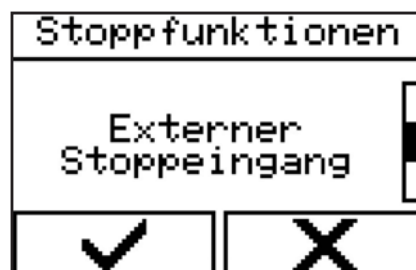

Abbildung 106 - Menü auswählen
1. Menü über „Steuerung“ → „Stoppfunktionen“ → „Externer Stoppeingang“ (Abbildung 106) auswählen.